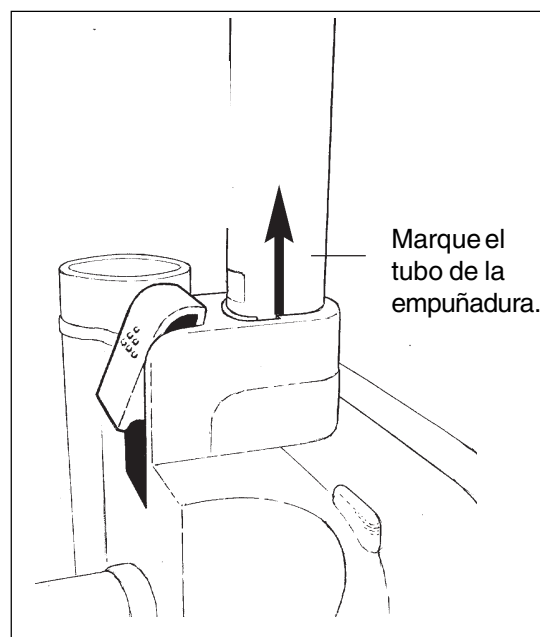

Figura 4
- a. Inserte el tubo de la empuñadura en el alojamiento del depósito superior (consulte la figura 4).